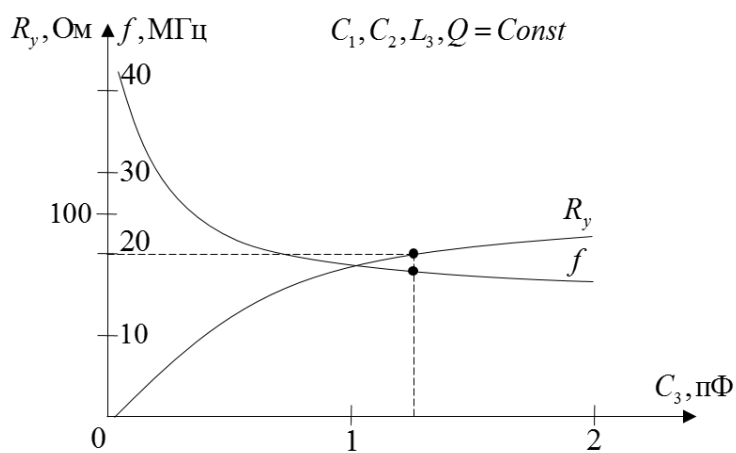

Рис.1.12. Иллюстрация к задаче 1.38
**1.38.** В АГ по схеме рис.1.7 меняется емкость  $C_3$  при  $C_1, C_2, L_3, Q = \text{const}$ ;  $S = 0.05 \text{ A/B}$ . По графикам  $f, R_y(C_3)$  (рис.1.12) определить, при каких значениях  $C_3$  выполняются условия самовозбуждения, как меняются  $f, Q$ ?